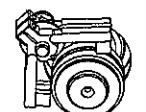

fig.3
6) controllare mensilmente lo stato di funzionalità degli interruttori di protezione del quadro elettrico con alternatore in funzione a carico, verificare che premendo l'apposito tasto di test l'interruttore si sganci evitare in ogni caso di procedere alla pulizia del gruppo utilizzando getti d'acqua o altri liquidi) diretti od in pressione, per evitare il contatto con gli avvolgimenti, con la possibilità di danneggiarli (fig.3).
Vermieden Sie in jedem Fall, den Stromerzeuger mit einem direkten, unter Druck stehenden Wasserstrahl (oder anderen Flüssigkeiten) zu reinigen, damit die Flüssigkeit nicht mit den Wicklungen in Berührung kommt und diese beschädigt (Abb.3).
Le groupe ne doit jamais être nettoyé en utilisant un jet d'eau (ou que ce liquide puisse entrer en contact avec les enroulements et, éventuellement, les endommager très sérieusement (fig.3).